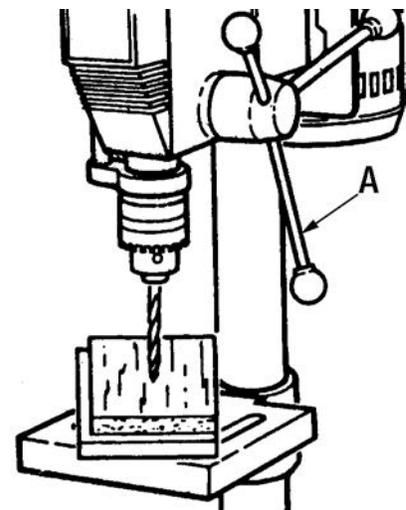

FIGURE 22
Tirez sur les poignées d'abaissement (A) Fig.22 avec l'effort nécessaire pour permettre à la perceuse de percer. L'abaissement trop lente peut causer des brûlures...l'abaissement trop rapide peut arrêter le moteur, faire glisser la courroie ou le foret, arracher la pièce ou briser le foret.
Fixez la table le long de la colonne à une hauteur telle que le bout du foret est tout juste au-dessus de la pièce à percer. Placez toujours une pièce de soutien (bois, contreplaqué, etc...) sur la table sous la pièce de travail. Ceci évite la formation d'éclisses lorsque le foret traverse la face intérieure de la pièce. Afin d'empêcher que la pièce de soutien soit happée par le foret et de se mettre à tourner, accotez la sur le côté gauche de la colonne, tel que montré à la Fig.22.